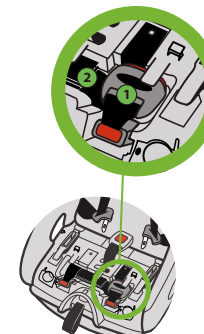

Figure 124
Insérez l'ajusteur DUA (1) dans le renforcement carré se trouvant derrière le connecteur DUA, repliez l'excédent de la ceinture d'attaches DUA (2) et insérez-le sous la languette entre les ajusteurs, tel qu'illustré dans la **Figure 124**.